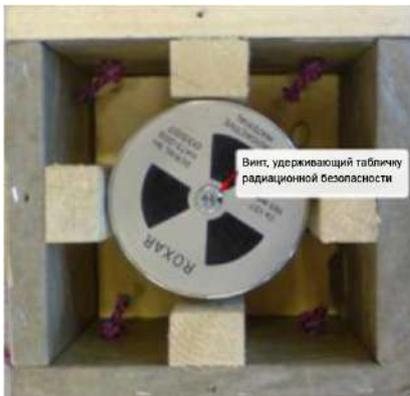

Рисунок 7. Табличка безопасности
6. Откройте винт, удерживающий табличку с информацией об источнике/о безопасности (рисунок 7).